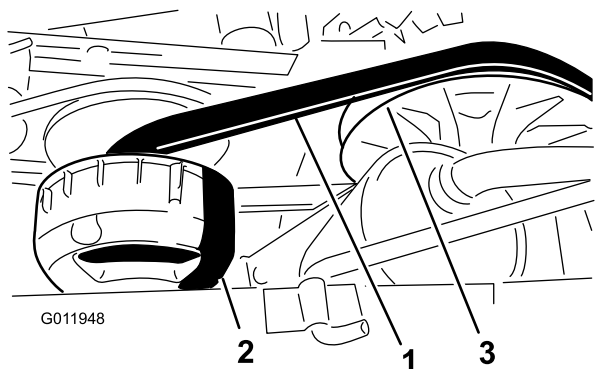

図 72
4. ベルト 図 72 を手で回転させながら、磨耗や破損がないかを点検する。
3. 2次クラッチを回しながら2次クラッチ部分でベルトを外す(図 72)。
4. 一次クラッチからベルトを外す (図 72)。
5. 新しいベルトを一次クラッチに掛ける 図 72。
6. 2次クラッチを回しながら2次クラッチ部分でベルトを外す(図 72)。